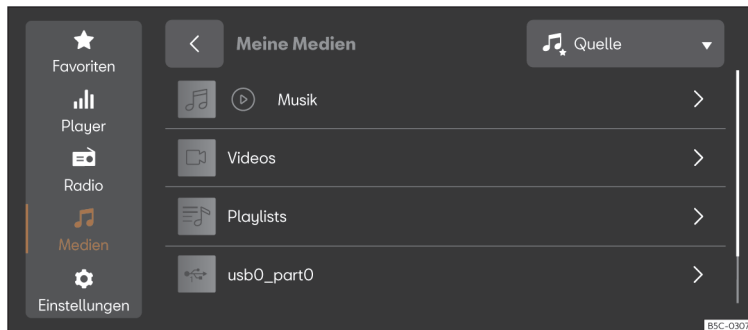

Abb. 161 Schematische Darstellung: Ansicht Medien.
- Drücken Sie **MENÜ** > > >>> (**Abb. 161**).